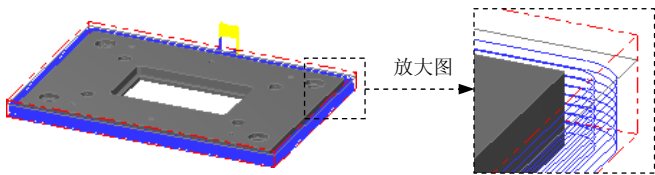

图 2.18 刀具路径
Step9. 单击“2D 刀具路径 - 外形铣削”对话框中的 **✓** 按钮，完成参数设置，此时系统将自动生成图 2.18 所示的刀具路径。